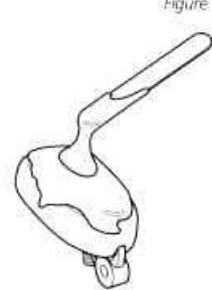

Figure 16
4. Appliquez une couche d'époxy sur la face du transducteur ainsi qu'à l'intérieur de la coque (voir Figure 16).